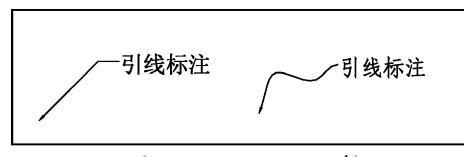

图 9-46 引线类型示例
系统提示：“输入选项 [类型 (T)/基线 (L)] :”其中“类型”可以选择直线、样条曲线或无引线，如图 9-46 所示；“基线”